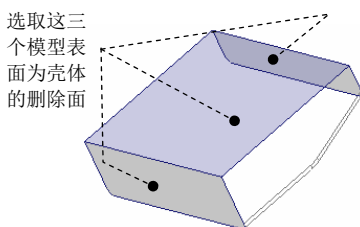

图 11.6.14 选取移除面
- (1) 选择 **模型** 功能选项卡 **操作** 节点下的  转换为钣金件 命令。
- (2) 在系统弹出的“第一壁”操控板中选择  命令。
- (3) 在系统  选择要从零件移除的曲面。 的提示下，按住 Ctrl 键，选取图 11.6.14 所示的三个